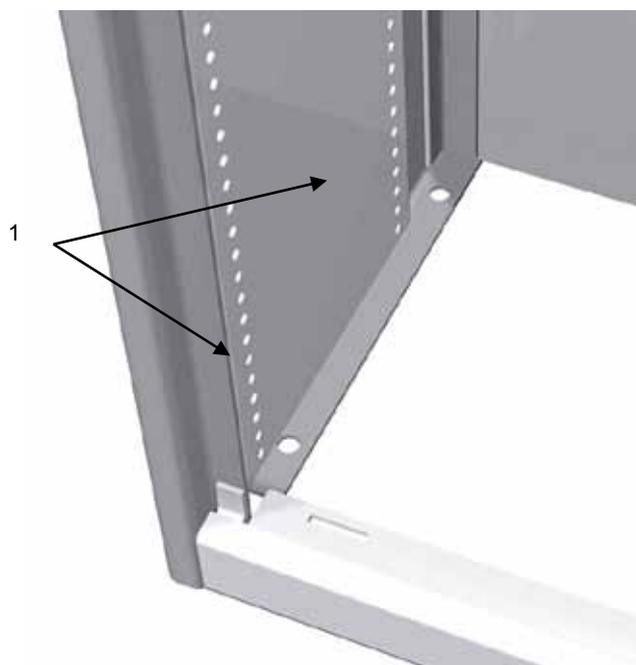

Рис. 3-5. Расположение крепёжных болтов
3. Выкрутите 4 крепёжных болта (1) (по 2 с каждой стороны), см. Рис. 3-5, удалите поддон.